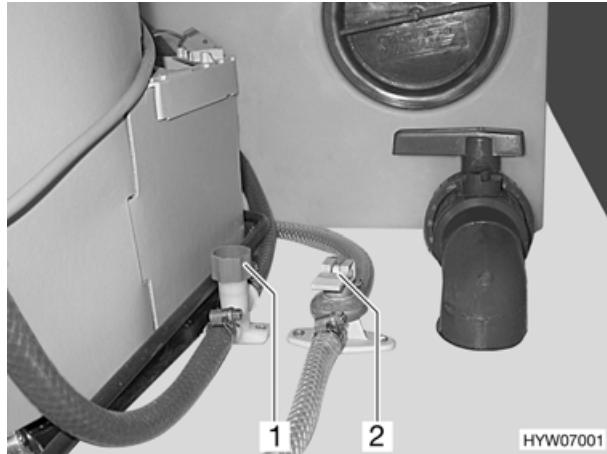

Fig. 72 Rubinetti di scarico
- Chiudere i rubinetti di scarico (Fig. 72) : Ruotare il cappelletto di valvola blu (Fig. 72,1) in senso orario. Posizionare orizzontalmente la leva a bilanciere (Fig. 72,2). L'ubicazione dei rubinetti di scarico è riportata nella figura "Ubicazione dei dispositivi igienico-sanitari" alla fine del presente capitolo.
- Girare in senso antiorario il cappelletto di valvola blu (Fig. 72,1).
- Mettere la leva a bilanciere del rubinetto di scarico (Fig. 72,2) in posizione verticale.